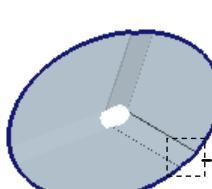

图 5.26 延伸参考边线
(1) 按住 Shift 键, 依次选取图 5.26 所示的边线。
(2) 单击 分型面 功能选项卡 编辑 \downarrow 区域中的 延伸 按钮, 此时系统弹出 延伸 操控板。
(3) 定义延伸距离。在操控板中按下 \square 按钮。在“延伸距离”文本框中输入数值 130.0。
(4) 在操控板中单击 \checkmark 按钮。